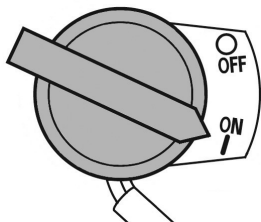

Рис. 16 Выключатель зажигания
5. Выключатель зажигания переведите в положение «ON» (ВКЛЮЧЕНО) (Рис. 16).
При возникновении аварийной ситуации, для экстренной остановки двигателя мотопомпы переведите выключатель зажигания двигателя в положение «OFF» (ВЫКЛЮЧЕНО) (Рис. 16).
3. Переведите выключатель зажигания в положение «OFF» (ВЫКЛЮЧЕНО) (Рис. 16).